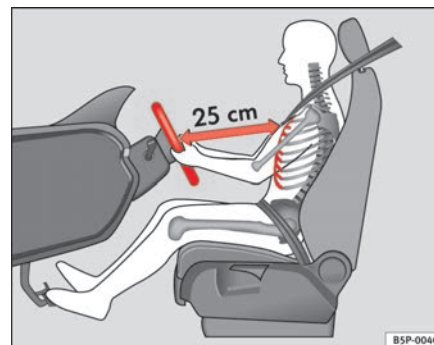

Abb. 134 Die richtige Sitzposition des Fahrers
- Stellen Sie das Lenkrad so ein, bis die gewünschte Einstellung erreicht ist  $\Rightarrow$  Abb. 134.
- Stellen Sie den Fahrersitz oder das Lenkrad so ein, dass der Abstand zwischen Lenkrad und Brustbein mindestens 25 cm beträgt → Seite 170, Abb. 134. Wenn Sie den Mindestabstand nicht einhalten, kann Sie das Airbag-System nicht schützen – Lebensgefahr!